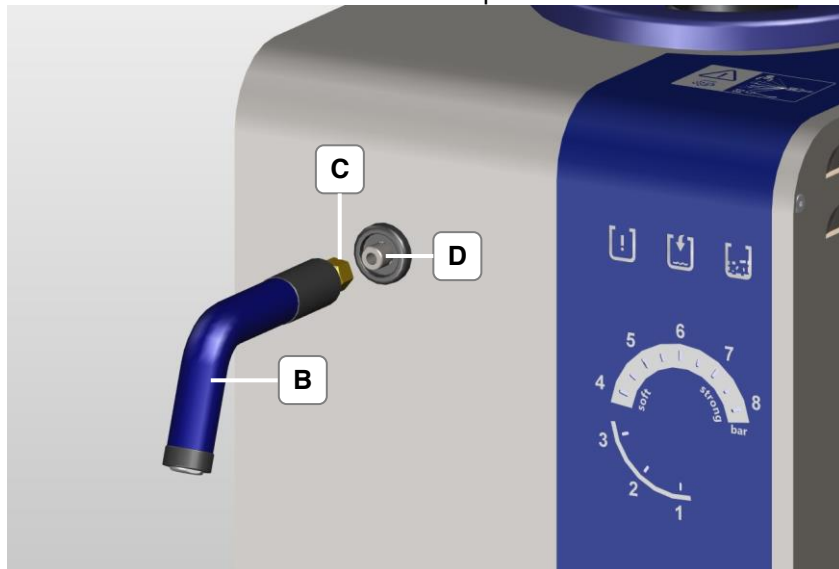

Bild 4.2.2: Feste Düse anschrauben
2. Schrauben Sie die feste Düse (B) mit der Mutter (C) von Hand (handfest) bis zum Anschlag auf den Anschlussstutzen (D) am Gerät (Bild 4.2.2).